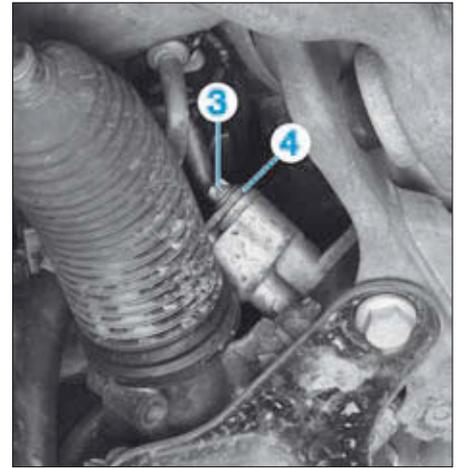

FIG. 10
- Déposer (Fig.10) :
- la vis (3),
- la plaque (4) en faisant levier à l'aide d'un tournevis.